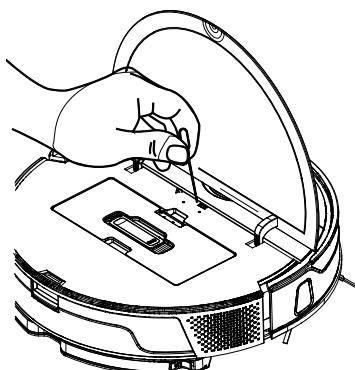

Fig. 7
- Mantenga pulsada la tecla Power  y la tecla Home  simultáneamente durante unos segundos para cambiar el robot aspirador al modo de acoplamiento (**fig. 7**).